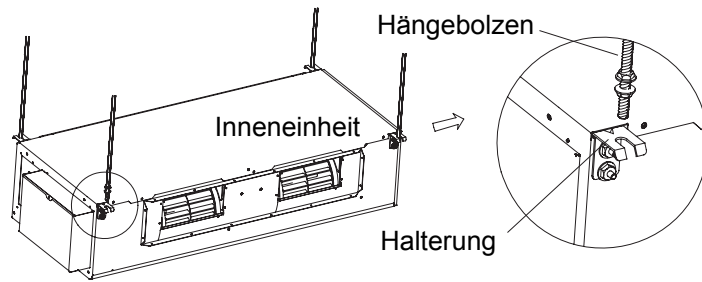

Abb. 8
2. Stecken Sie die Ankerschrauben in die Bohrungen, und schlagen Sie die Stifte mit einem Hammer in die Schrauben ein. (Abb. 8)
3. Installieren Sie die Halterungen für das Gerät. (Abb. 8)